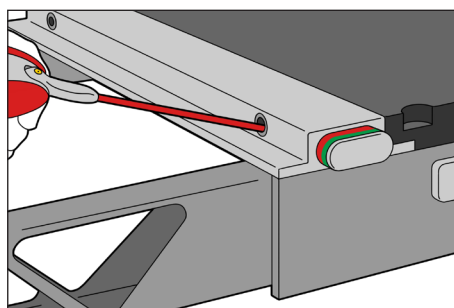

Fig. 4
4. Spray smøremiddel ind i modtagerhullerne. (Fig. 4)
6. Spray igen smøremiddel ind i modtagerhullerne. (Fig. 4)